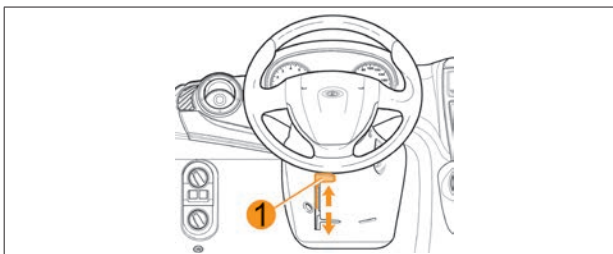

Рис. 12. Регулировка положения рулевого колеса (*в варианном исполнении*)
*В варианном исполнении* на автомобиле устанавливается регулируемая по углу наклона рулевая колонка. Для выбора оптимального положения рулевого колеса опустите блокирующую рукоятку **1** (рис. 12) вниз и, после установки рулевого колеса в желаемое положение, зафиксируйте рулевую колонку перемещением рукоятки в крайнее верхнее положение.